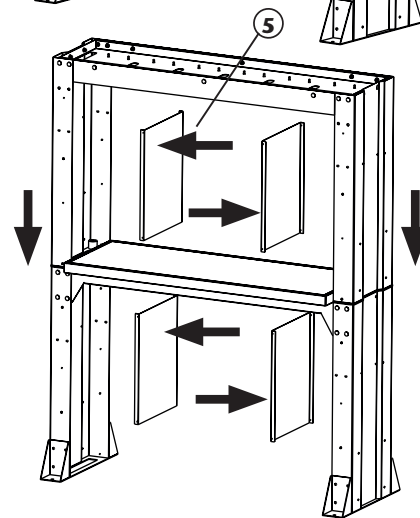

Fig. 3
4. Place and screw firmly the upper assembly to the lower one (fig. 3).
5. Once the fluid pipes are installed, place the tool holding panels (5) on the sides of the upper and lower supports.
4. Posicione y atornille firmemente el conjunto superior sobre el inferior (fig. 3).
5. Una vez instaladas las tuberías de fluido que llegan a los enrolladores, coloque los paneles portaherramientas (5) en los laterales de los soportes superiores e inferiores (fig. 3).
4. Befestigen Sie den oberen Teil auf den unteren Teil (Abb. 3).
5. Sobald die Rohre verlegt sind können die Seitenteile (5) befestigt werden (Abb. 3).